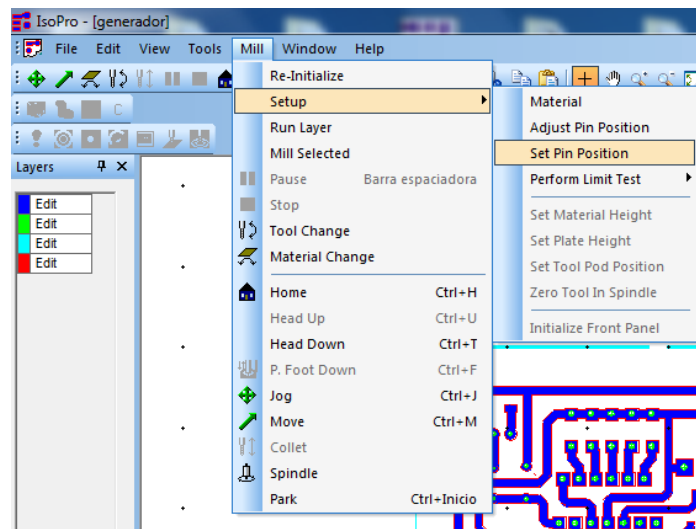

Figura 40. Menús para ubicar el punto inicio en el software.
- ✓ Diríjase a fresar (Mill), después en **Setup** y finalmente pulse **Set Pin Position** como se muestra en la figura 40.